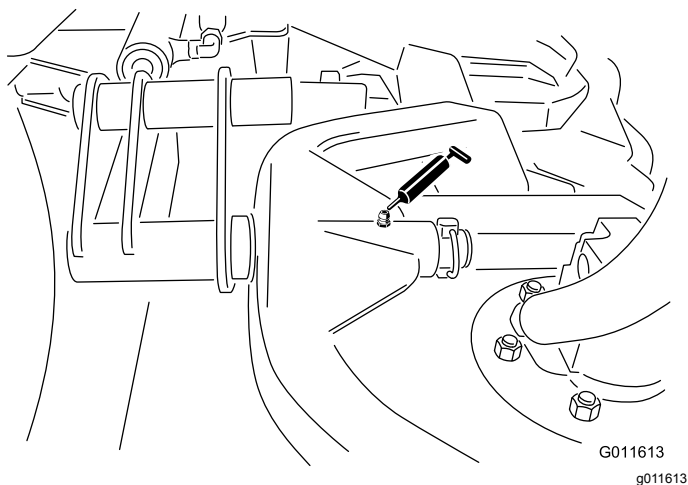

Figura 49
- Pivote del bastidor de tiro de la unidad de corte (1 en cada) (Figura 49)